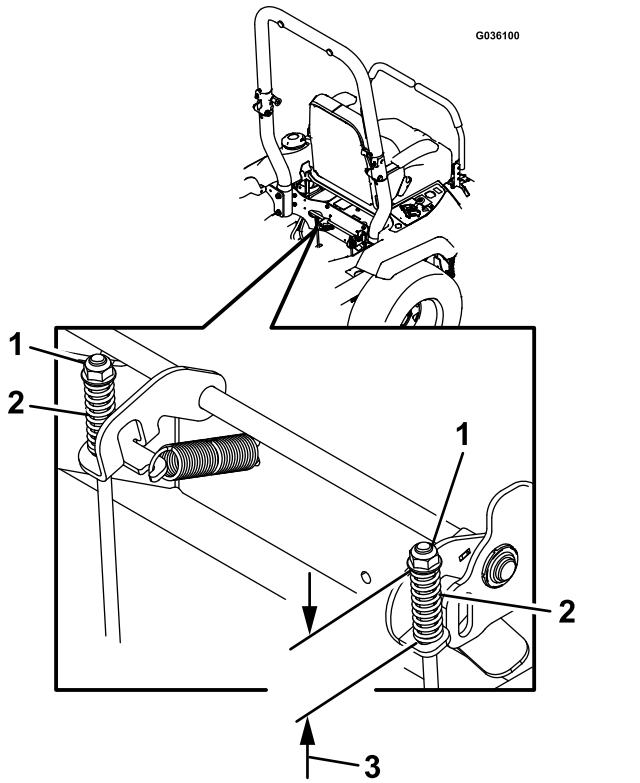

図 62
7. 図 62 に示すスプリングの長さを両方とも点検する。長さの調整が必要な場合には、上部のナットを使う。右回しで短くなり、左回しで長くなる。